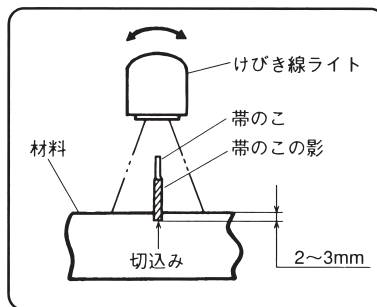
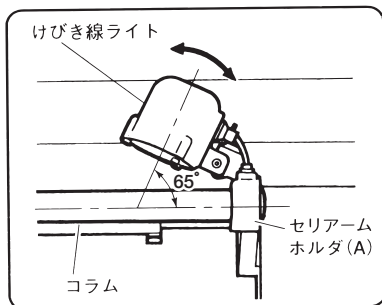

図 29
図 30
- (1) 本機で材料に約 2 ～ 3 mm の切込みを入れます。(図 29)
- (2) 材料をそのままの状態、帯のこを材料から約 100mm の高さまで上昇させます。
- (3) けびき線ライトを点灯し、けびき線ライトを上下左右に振り、帯のこの影と切込み位置を合わせます。(図 30)
(けびき線ライトは真下を向けずに約 65° 位傾けた方が帯のこの影がより鮮明に写し出されます。)(図 30)